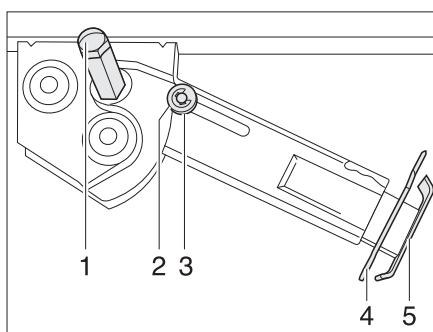

Fig. 29 Vérin stabilisateur
- Placer la clé à pipe sur l'écrou à six pans (Fig. 29,1) et tourner jusqu'à ce que le vérin stabilisateur soit en position verticale vers le bas.
- Retirer la goupille (Fig. 29,4) de la rallonge du pied d'appui (Fig. 29,5).
- Placer la clé à pipe sur l'écrou à six pans (Fig. 29,1) et tourner jusqu'à ce que le vérin stabilisateur se dégage du sol.
- Rentrer complètement la rallonge du pied d'appui (Fig. 29,5) et insérer la goupille (Fig. 29,4) dans le trou prévu à cet effet.
- Tourner la clé à pipe sur l'écrou à six pans (Fig. 29,1) jusqu'à ce que le vérin stabilisateur ait pivoté vers le haut et le disque de guidage (Fig. 29,3) soit complètement rentré dans l'encoche (Fig. 29,2).